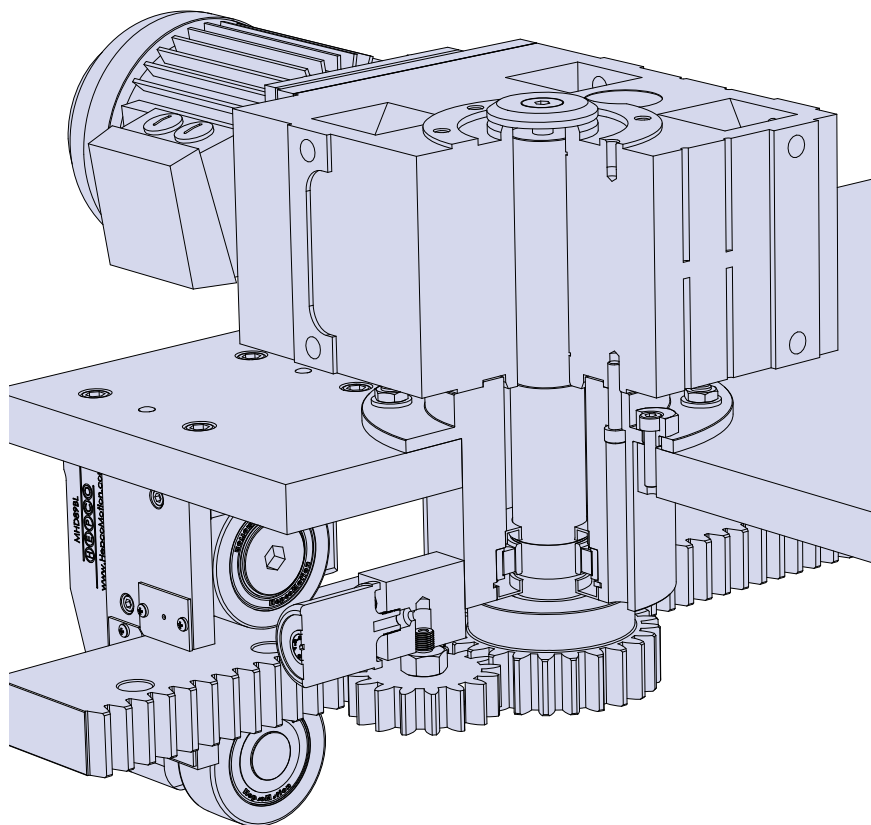

Figura 10
29. Para sistemas en los que se haya especificado un piñón y una cremallera, el piñón debe acoplarse perfectamente con la cremallera. Para facilitar este engranaje correcto, se recomienda que el piñón tenga un dispositivo de ajuste. La Figura 10 muestra un carro accionado ya montado que incorpora un dispositivo de ajuste para fijar el engranaje de la cremallera y el piñón mediante un casquillo excéntrico. En circunstancias normales, debe haber una holgura mínima entre la línea primitiva de la cremallera y el diámetro primitivo del piñón. Esto puede comprobarse haciendo girar el piñón con la posición del carro bloqueada. Se recomienda ajustar el desplazamiento lineal a $\sim 0,1$ mm ($\sim 0,12^\circ$).